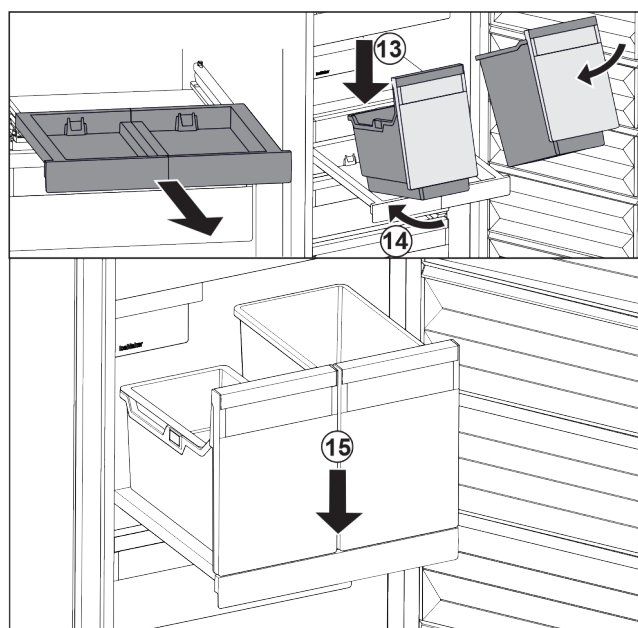

Fig. 106
- ▶ Nasadte nádobu šikmo na vysouvací desku. Fig. 106 (13)
- ▶ Zasuňte nádobu šikmo dozadu. Fig. 106 (14)
- ▶ Usadte vpředu nádobu. Fig. 106 (15)